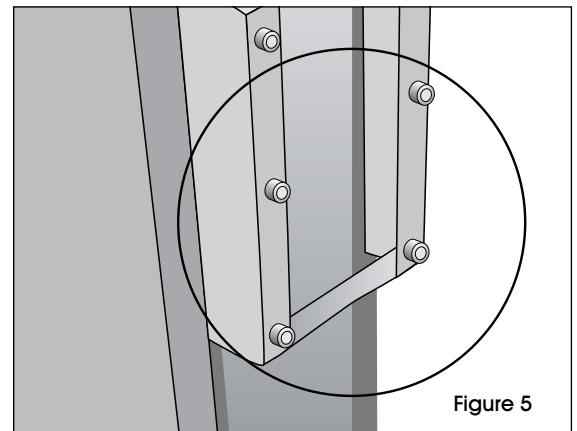

Figure 5
4. Pour le montage du chariot, commencez par enlever les quatre boulons inférieurs du support de montage du chariot. (Voir Figure 5)